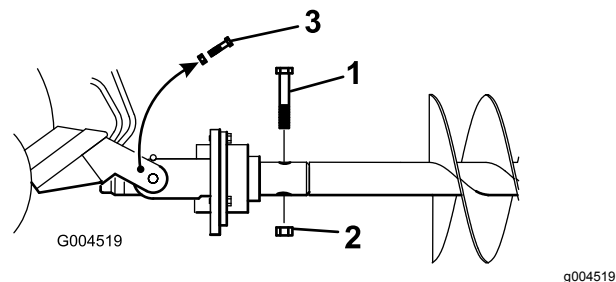

Рисунок 8
10. Прикрепите шнек к приводной головке с помощью болта (7/8 x 4½ дюйма) и гайки (7/8 дюйма), как показано на рис. Рисунок 8.